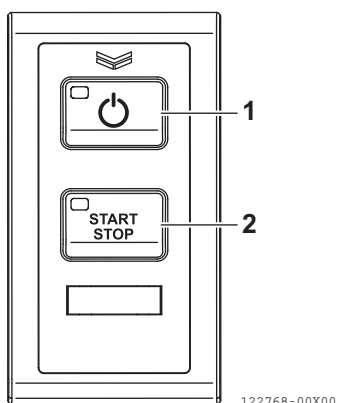

Figure 25
4. Premere l'interruttore di accensione sul quadro interruttori della stazione selezionata (**Figure 25, (1)**).
9. Premere l'interruttore START/STOP del motore (**Figure 25 (2)**) e accendere il motorino di avviamento.